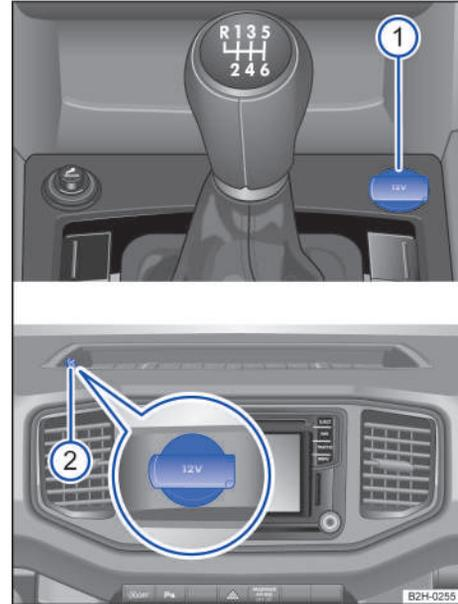

Fig. 118 Tomas de corriente de 12 voltios delanteras.
- en la parte delantera de la consola central → fig. 118 ①;
- en el portaobjetos del tablero de instrumentos → fig. 118 ②;